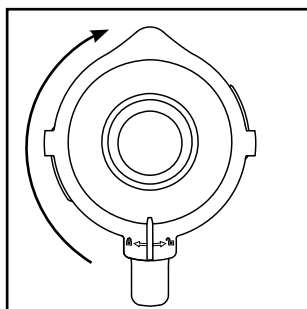

Fig. 2
- 4) Apăsați din nou capacul ❷ pe recipientul de amestecare ❸. Închideți capacul ❷ rotindu-l în sens orar, în poziția ❺, până când se blochează cu un sunet (a se vedea fig. 2). Aveți grijă ca gura de turnare de pe recipientul de amestecare ❸ să fie închisă. Motorul poate porni numai după ce capacul ❷ este așezat fix.